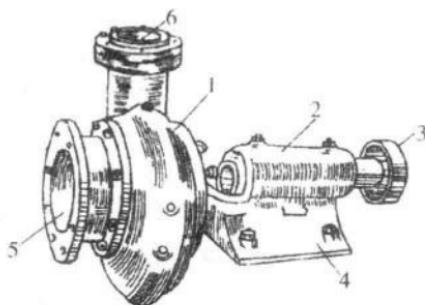

图 1-4 单级单吸离心泵外形
(1) 单级泵。如图 1-4 所示，泵内装一个叶轮，结构简单，扬程较低。
(2) 多级泵。泵内装有 2 个或 2 个以上叶轮，工作时，水流顺序通过各个叶轮，其扬程较高。
(1) 单吸泵。如图 1-4 所示，水从叶轮的一面进入，流量较小。